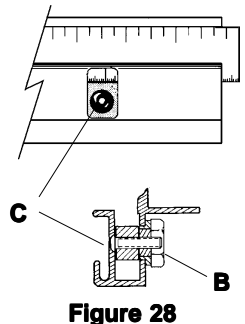

Figure 28
**NOTE:** One end of each squaring edge bar is fixed in position by its **PIVOT SCREW** near the cutting line. Each of the bars can be raised or lowered slightly by rotating them around their **PIVOT SCREW**. This is done by turning **ECCENTRIC NUTS (B)**, **Figure 28**, one in the **RIGHT SQUARING EDGE BAR** and two in the left. The **LEFT SQUARING EDGE BAR** is very long, so two **ECCENTRICS** are provided to assure the **SQUARING EDGE BAR** can be adjusted straight.
**HINWEIS:** An dem Ende von jeder **Winkelleiste**, das der Schnittlinie am nächsten liegt, befindet sich eine **Stellschraube**, welche die **Winkelleiste** hält. Jede dieser Leisten kann mit diesen **Stellschrauben** ein wenig angehoben oder gesenkt werden, indem Sie um diese **Stellschrauben** gedreht werden. Das wird durch ein Drehen der **Exzentrilmuttern (B)**, **Abbildung 28**, von denen sich eine in der **rechten Winkelleiste** und zwei in der **linken Winkelleiste** befinden. Da die **linke Winkelleiste** sehr lang ist wurden zwei **Exzentrilmuttern** eingebaut, um sicherzustellen, daß die **Winkelleiste** genauestens eingestellt werden kann.
**N.B.** Un côté de chaque barre de bord d'équarrissage est maintenu en position grâce à une **VIS PIVOTANTE** près de la ligne de coupe. Chacune des barres peut être abaissée ou relevée légèrement en les faisant pivoter autour de leur **VIS PIVOTANTE**. Ceci est accompli en faisant tourner les **BOULONS EXCENTRIQUES (B)**, **Figure 28**, un dans la **BARRE DE BORD D'ÉQUARRISSAGE DROIT** et deux dans la gauche. La **BARRE DE BORD D'ÉQUARRISSAGE GAUCHE** étant très longue, deux **BOULONS EXCENTRIQUES** sont fournis pour assurer que la **BARRE DE BORD D'ÉQUARRISSAGE** peut être ajustée correctement.